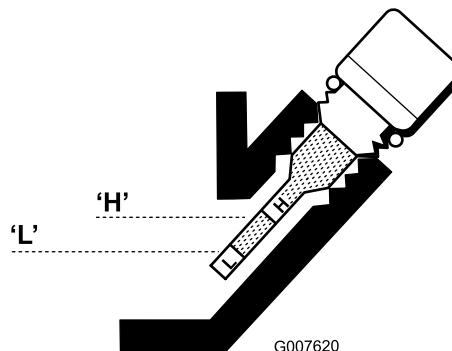

Figura 23
- Limpe o medidor e insira-o no orifício de enchimento. Não o aperte no orifício. Volte a retirá-lo e meça o nível do óleo. Se o nível estiver baixo, adicione apenas o óleo suficiente para aumentar o nível até se encontrar entre as marcas H e L no medidor (Figura 23). Volte a verificar o nível do óleo. Não encha demasiado.